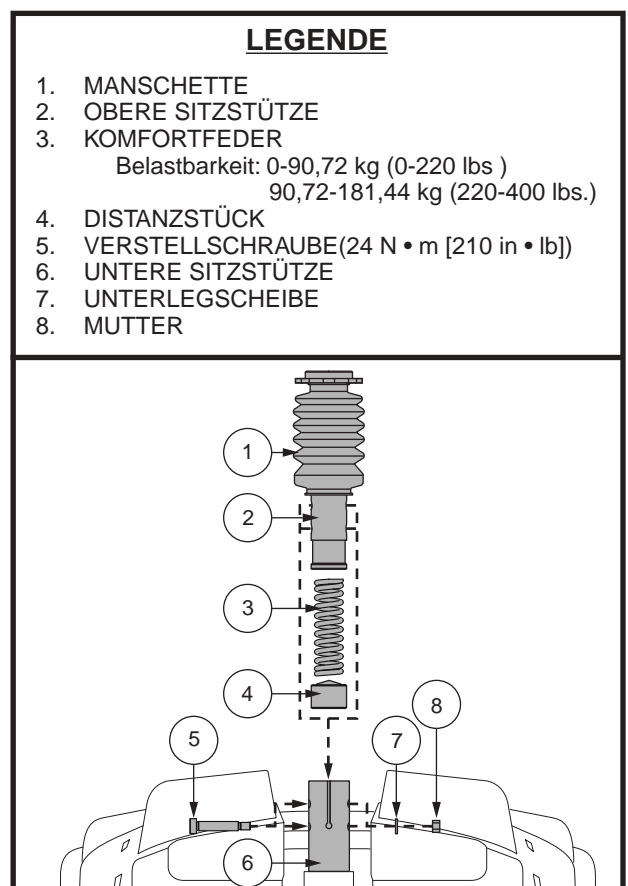

Abb. 22. Einstellung der Sitzhöhe - Komfort-Sitzstütze
4. Drücken Sie die Sitzstütze nach unten, während Sie die Verstellungsschraube, Unterlegscheibe und Mutter lösen und entfernen. **Siehe Abb. 22.**
6. Bringen Sie die gewünschte Komfortfeder an. **Siehe Abb. 22.**